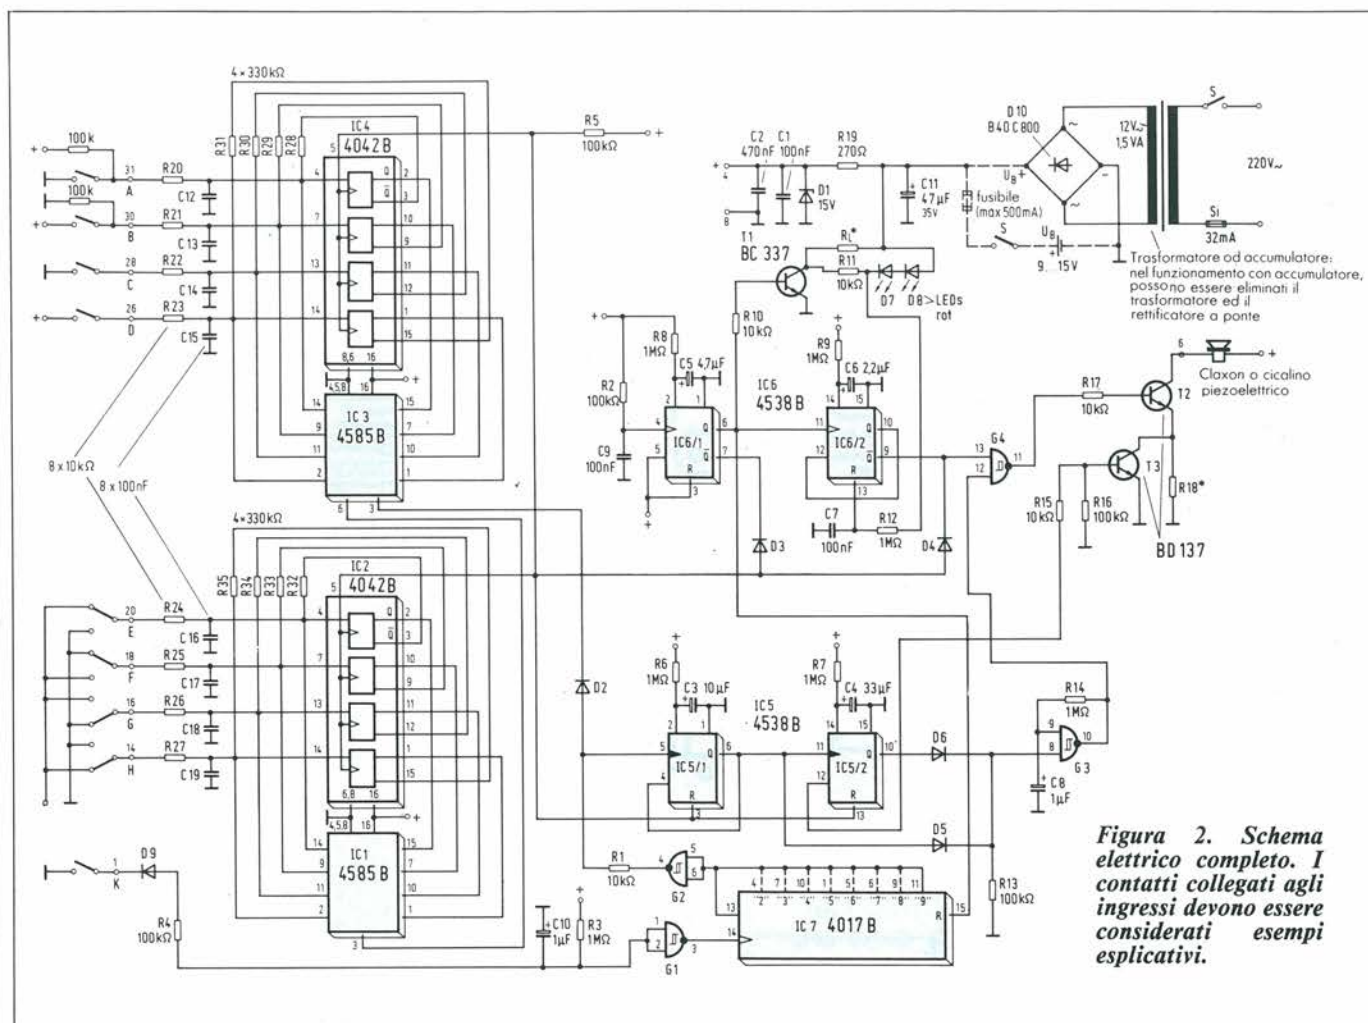

Figura 2. Schema elettrico completo. I contatti collegati agli ingressi devono essere considerati esempi esplicativi.
b) Protezione di singoli oggetti, che potrebbero essere facilmente sottratti. Un vasto campo di impiego è costituito tra l'altro dalle esposizioni di modellistica. La Figura 2 illustra lo schema elettrico dell'impianto di allarme. Agli ingressi